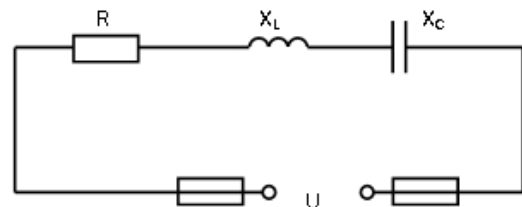

Рис.13
2. Дана неразветвленная цепь переменного тока (рис.13). Определить полное сопротивление цепи Z , силу тока I , активную P , реактивную Q и полную S мощность цепи, коэффициент мощности. Построить в масштабе векторную диаграмму тока и напряжений. Пояснить построение диаграммы.